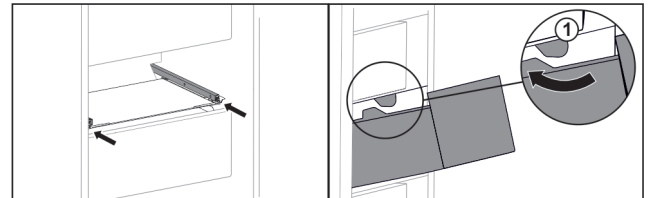

Fig. 100
- ▶ Lirka utdragslåda runt stoppklackarna Fig. 100 (1).